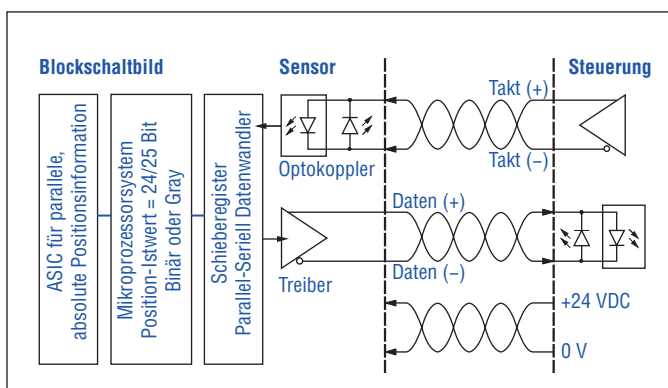

Abb. 22: Schematischer Anschluss
5. Überprüfen Sie die voreingestellten Anfangs- und Endwerte des Messbereichs (Abb. 22) und korrigieren Sie diese gegebenenfalls über die kundenseitige Steuerung oder das MTS Sensors Servicetool, dessen Bedienung nachfolgend ausführlich beschrieben wird.